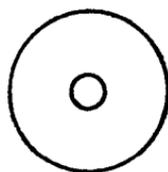

图2 阴极片图形。
(1) 将石英管(内径约15~20毫米)用去污粉擦洗干净,在洗液中约泡12小时以上,然后用去离子水冲洗干净。
(2) 用HF: H₂O=1:1(或1:2)泡1小时左右,用热去离子水冲洗15次以上,放在120°C真空烘干箱中烘1小时以上。
(3) 按金: 锑: 砷: 铋=99.48:0.4:0.02:0.1配比,在万分之一精密天平中称量好,装入石英管中(每管约60~80克)最多不要超过100克(注意:铋量可以少一些,绝不能多,否则碾压时容易破裂)。
(4) 在10⁻³毫米汞柱真空度下用火焰稍稍烤干水汽后密封(注意温度不要高于90°C,否则砷将蒸发)并烧上石英管作为把手。
(5) 在1100~1200°C扩散炉中,熔合2小时,约10分钟左右摇晃一次,然后迅速拉出扩散炉外冷却。
(6) 打碎石英管,取出合金,在320°C左右的真空炉中退火一次。
(7) 在碾压机上压成厚度约0.045~0.05毫米。
(8) 冲成无毛刺圆片,其形状如图2所示。